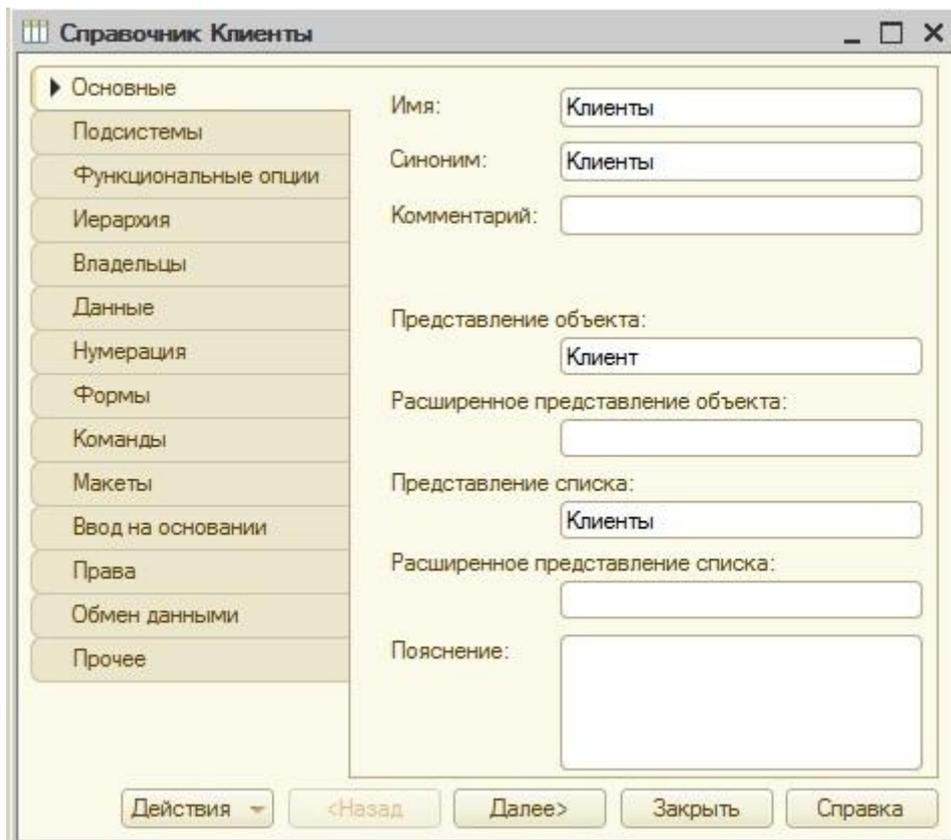

Рисунок 20 Вкладка «Основные» объекта конфигурации «Справочники»
- Создайте справочник «**Клиенты**» для хранения списка клиентов компании. На вкладке «**Основные**» внесите следующие данные (рис. 20):